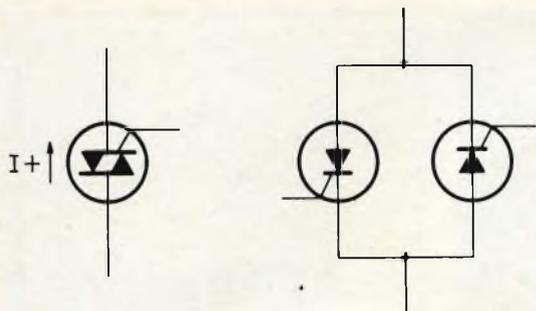

Fig. 1 - Il triac deve essere considerato due thyristori collegati in antiparallelo.
**U**n triac, o thyristore bidirezionale a tre elettrodi, è un dispositivo a semiconduttore che può bloccare lasciar passare la corrente in entrambe le direzioni. Esso si può quindi considerare come derivante della combinazione di due thyristori in antiparallelo, ma con un unico elettrodo di comando (gate - fig. 1). A differenza del thyristore, il triac può venire innescato sia da un impulso positivo che da un impulso negativo nell'elettrodo di comando.
Giacché il triac può essere visto come una coppia di thyristori in antiparallelo, è naturale che la sua caratteristica tensione-corrente sia simile a quella del thyristore. La caratteristica statica di un triac è mostrata in fig. 1 a e si può facilmente vedere come essa derivi dalla congiunzione delle parti « positive » di due thyristori.
Con riferimento alla Fig. 1, quando il terminale 1 è positivo rispetto al terminale 2, il triac lavora nel primo quadrante degli assi coordinati. Se il triac non viene
Fig. 1 a - Caratteristiche statiche del triac.